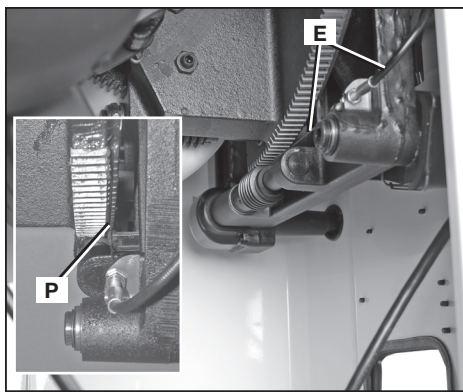
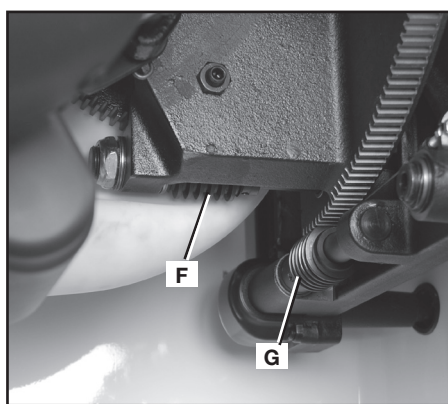

FIG. 83
FIG. 84
CÂBLE INDICATEUR DE BISEAU (E) fig. 83 : ne pas laisser la poussière et les débris s'accumuler sur le câble (E) et la fente de contact (P). Débarrasser régulièrement la zone avec de l'air comprimé.
AU BESOIN, LUBRIFIER LES VIS SANS FIN (F) et (G) fig. 84 : ne pas laisser la poussière et les débris s'accumuler sur les vis sans fin. Débarrasser régulièrement la zone avec de l'air comprimé. Appliquer un lubrifiant tout usage à base de lithium sur ces vis en fonction du besoin. Lors d'un graissage de l'engrenage, prendre soin de ne pas appliquer de graisse sur le câble indicateur de biseau (E) fig. 83.